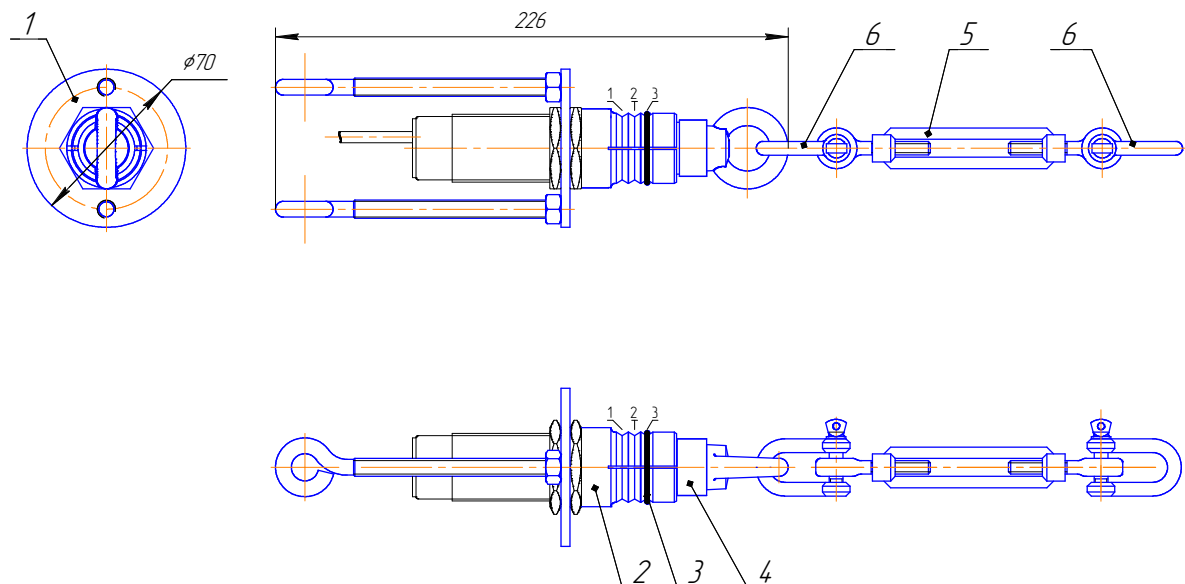

Рис. 1
2.1. Устройство состоит из узла крепления датчика поз.1 (см. Рис.1), цанги поз.2 с пружинным кольцом поз.3 и конуса поз.4. Также в устройство входят талреп поз.5 и две такелажных скобы поз.6 для присоединения троса** к конусу поз.4.